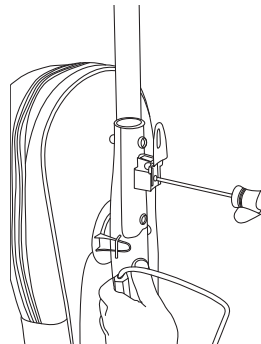

Fig. 4
1. Desserrez, mais ne retirez pas, la vis qui maintient le crochet du cordon supérieur (Fig. 4).